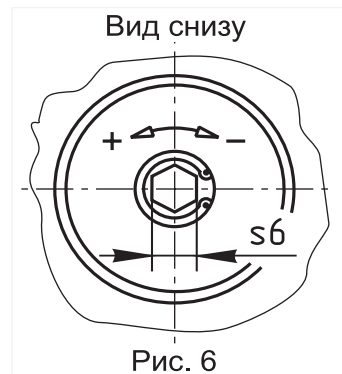

Рис. 6
4.4.4 При необходимости регулирования количества пропускаемого газа, используйте винт в нижней крышке (только для клапанов ВН...К). Поворачивая винт в сторону знака « - » можно уменьшить количество пропускаемого через клапан газа (рис. 6).